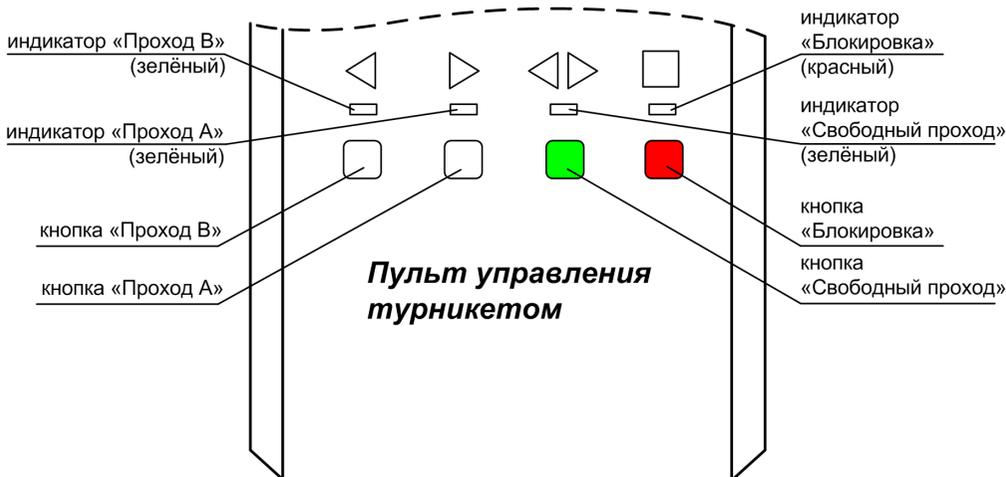

Рис.3 Пульт управления турникетом
Пульт управления турникетом (рис.3) предназначен для ручного дистанционного управления турникетом.
- в режиме «Ожидания» нажмите на кнопку «▶» («Проход А») (рис.3). На индикаторе состояния засветится зелёная стрелка – разрешен однократный проход, проверните планки по направлению стрелки. После проворота засветится красный крестик – турникет снова в режиме «Ожидания»;